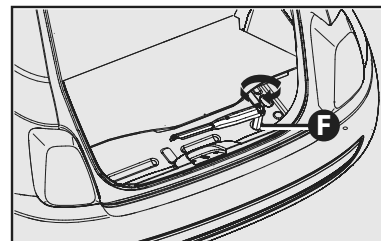

fig. 6
- Para fixação do sobressalente, com o auxílio da chave de roda, girar em sentido horário o parafuso do mecanismo **F-fig. 6**. O esforço para girar a chave aumenta até que a roda fique completamente encostada. Apertar o máximo possível até que a roda esteja devidamente fixada.